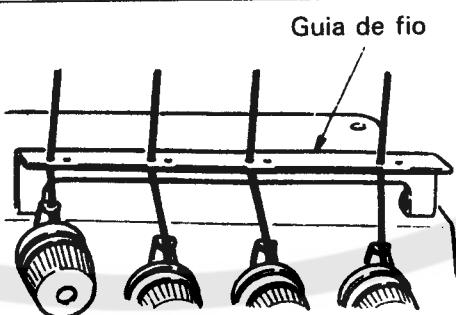

Fig. 13
**Enfiamento da máquina (Fig. 10, Fig. 11, Fig. 12 e Fig. 13)**